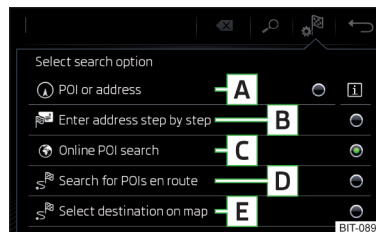

Fig. 215
Surfaces fonctionnelles » fig. 215
- Appuyez ensuite sur la touche de fonction d'une option pour la recherche de destinations **A**, **C** ou **D** » fig. 215 à la page 193.
- Appuyez ensuite sur la touche de fonction  → **E** » fig. 215 à la page 193.